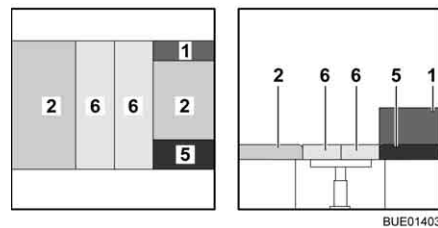

Bild 123 Nach dem Umbau
- Das Zusatzpolster 1 (Bild 123,5) auf die Sitzverlängerung legen.
- Zwei Zusatzpolster (Bild 123,6) auf den Tisch legen.